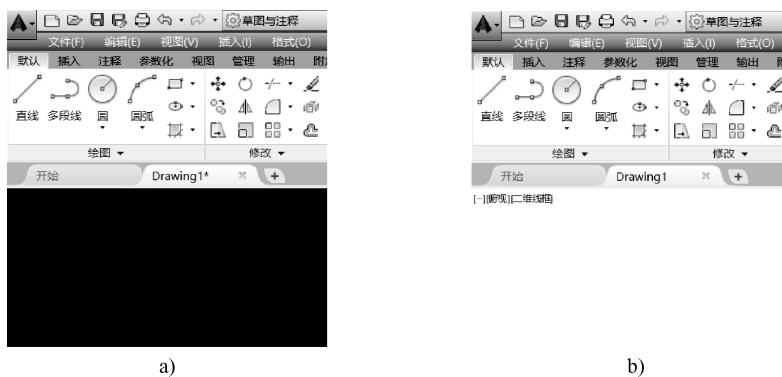

图3-4 改变绘图区颜色的示例
- 4) 在“图形窗口颜色”对话框的“界面元素”列表框中选择“统一背景”，在“颜色”列表框中选择“白”，然后单击“应用并关闭”按钮，返回“选项”对话框，单击“确定”按钮，完成设置，结果如图3-4所示。